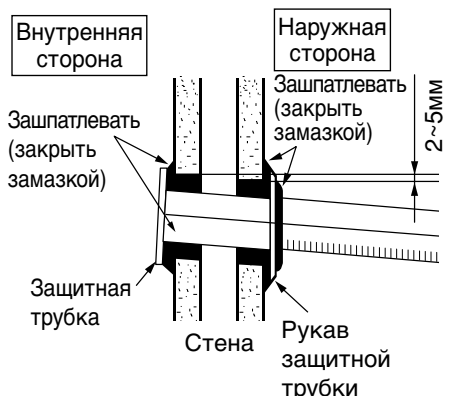

Рис. 4-1
- 4.2 Закрывать сделанное в стене отверстие с помощью предохранительной втулки для труб кондиционера и изоляционного заполняющего материала, имеющегося в комплекте поставки. См. Рис. 4-1 и 4-2.